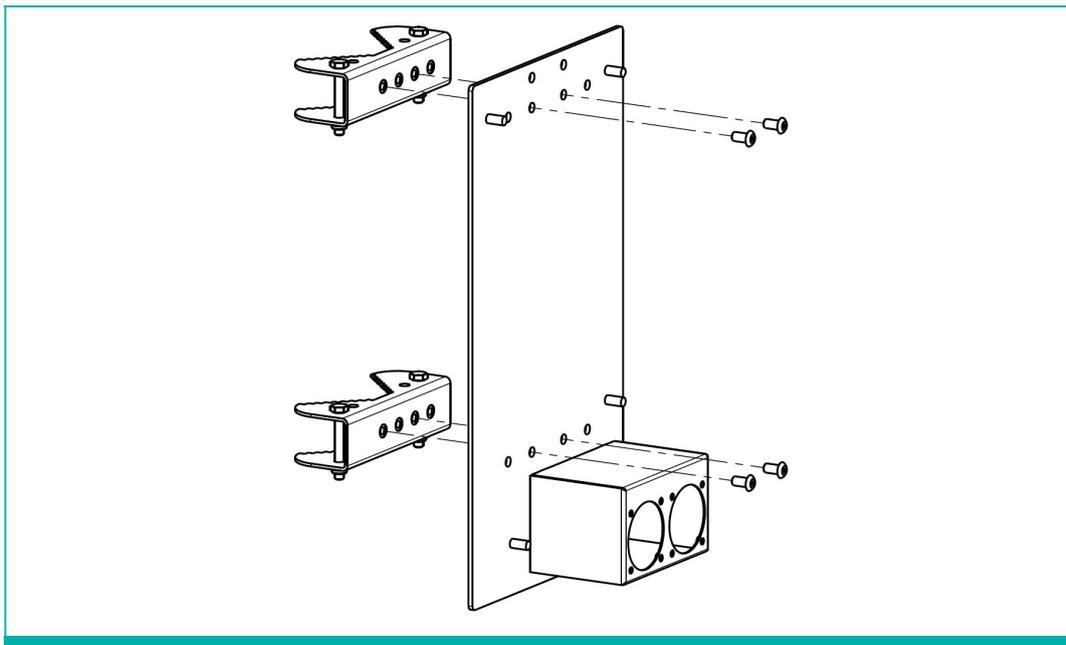
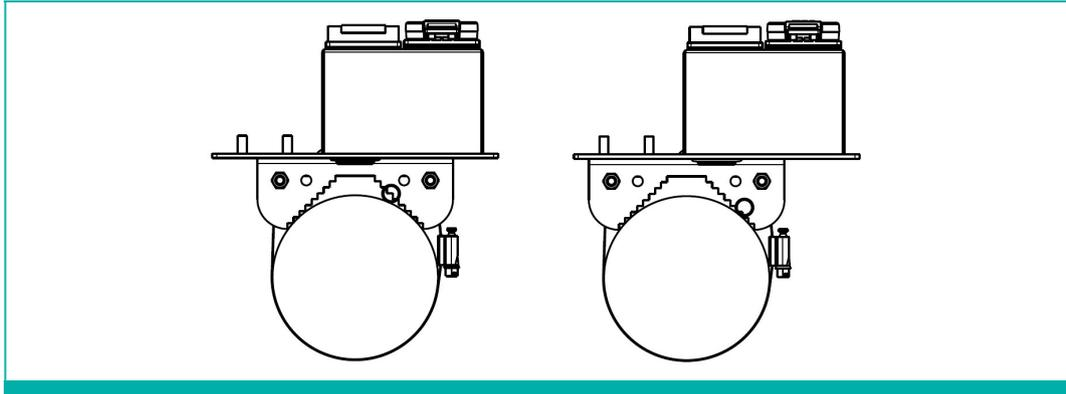

Abbildung 4-7: Anbringen der Klemmbügel
Abbildung 4-8: Positionierungsoptionen der Montageplatte mittig und außermittig
- Bringen Sie die zwei Klemmbügel an der Rückseite der Montageplatte an. Bei kleinen Mastdurchmessern kann es notwendig sein, die Klemmbügel außermittig anzubringen, um die Kabel ordnungsgemäß einführen zu können (Abbildung 4-7 und Abbildung 4-8).